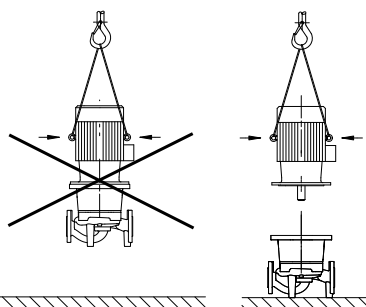

Fig. 20: Transport av motoren
- **Løfteløkkene på motoren må bare brukes til å bære lasten av motoren og ikke hele pumpen (fig. 20).**